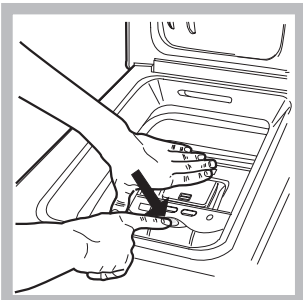

рис. 2
### Б) Затем, используя обе руки, откройте барабан, как показано на рис. 2:
- Нажмите кнопку, обозначенную стрелкой на рис. 2, слегка вниз, другой рукой придерживая дверцы (так вы избежите внезапного открывания дверок и защемления пальцев); дверцы расцепятся и легко откроются.